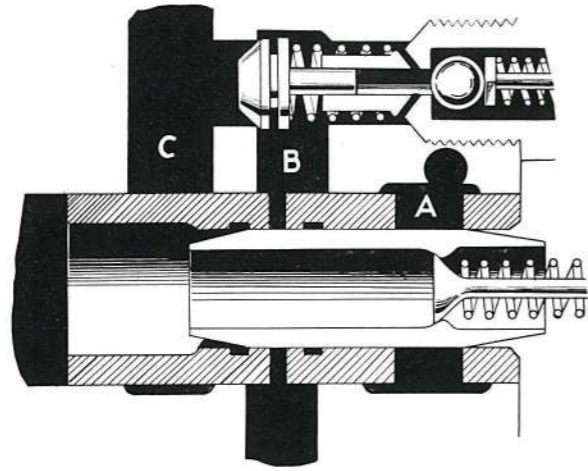

FIG. 7
**GORGES ET CANALISATIONS D'HUILE AUTOUR DU MANCHON DE LA VALVE DE CONTROLE (Fig. 7)**